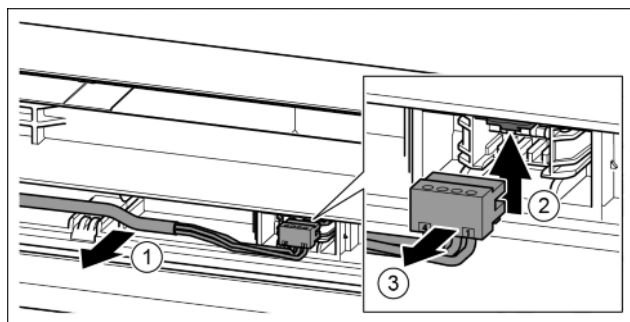

Fig. 20
- Осторожно высвободить серый кабель из направляющей в двери. Fig. 20 (1)
- Отжать соединительную накладку вверх. Fig. 20 (2)
- Осторожно извлечь штекер. Fig. 20 (3)